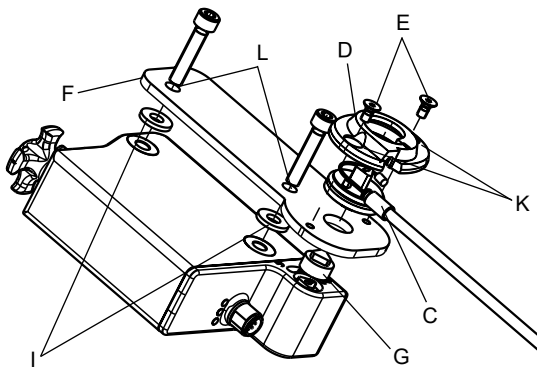

Abbildung 7
- Hervorstehende Fläche (Dreikant mit Pfeil) im Adapterdeckel D in die Nut der Schlauchfassung C einsetzen (siehe Abbildung 7).